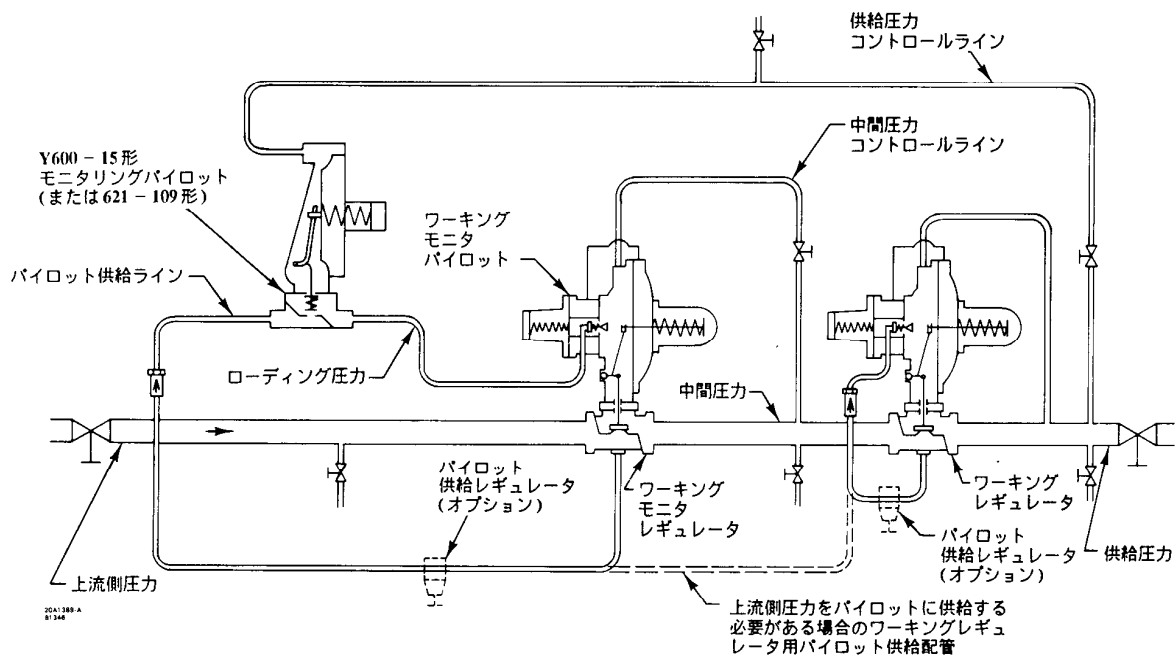

図8. ワーキングモニタ取り付け
- **ワーキングモニタ** — ワーキングモニタ方式では、モニタリングパイロットのコントロールラインはワーキングレギュレータの下流側へ接続されます(図8)。通常作動中、供給圧力はモニタリングパイロットをワイドオープンに維持しています。100%のパイロット供給圧力がワーキングモニタパイロットにかかり、ワーキングモニタレギュレータに中間圧力設定でコントロールさせます。ワーキングレギュレータが故障して全開になると供給圧力が上昇します。モニタリングレギュレータは中間圧力を無視して、それ自体の圧力設定値(通常のコントロール圧力より僅かに高い)でコントロールを行ないます。モニタリングパイロットはワーキングモニタレギュレータの上流側に付ける必要があります。これがワーキングレギュレータとモニタリングパイロットの圧力設定値を近付けることを可能にしています。